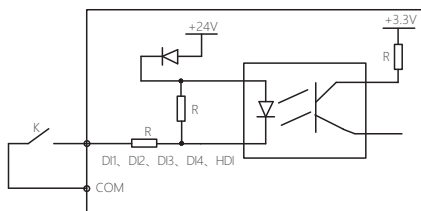

图5-7 使用内部+24V电源的接线方式
a) COM是DI1 ~ DI4及HDI的公共端子，端子固定接+24V。DI1 ~ DI4及HDI与外部典型的接线方式如图5-7和5-8所示：